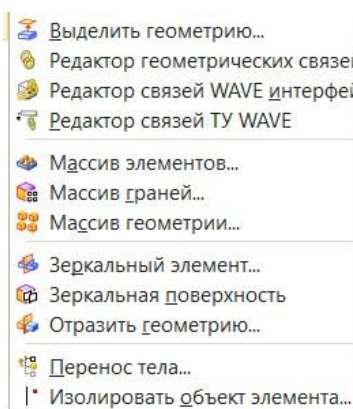

рис.137
- Сейчас мы переходим к группе команд «Вставить \ **Ассоциативная копия**» (рис.137). Из этой группы команд выделим команды, обеспечивающие размножение только *элементов детали*.